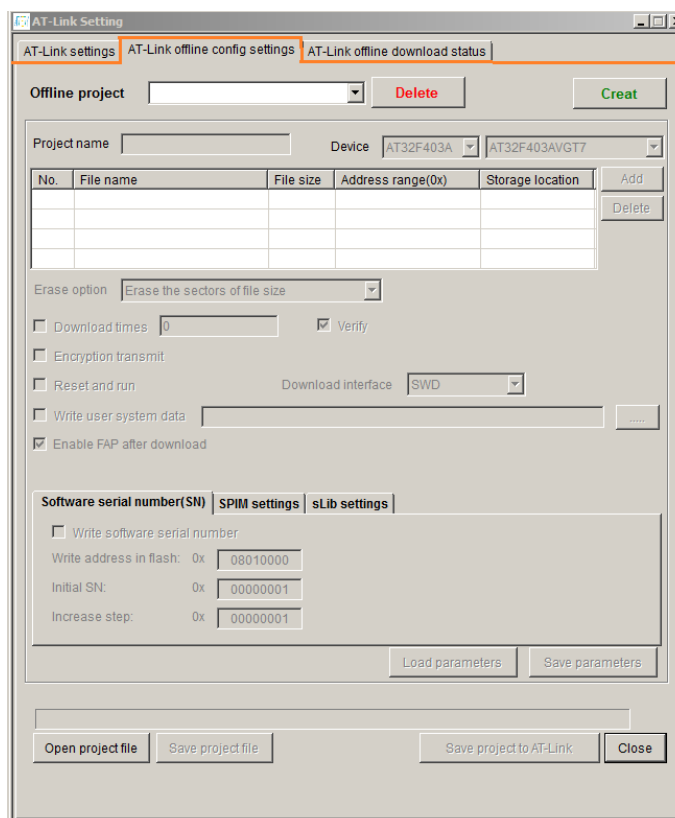

Рисунок 5.5 – Настройки проекта
5.4.7 Перейти на вкладку **AT-Link offline config settings** (рисунок 5.5).